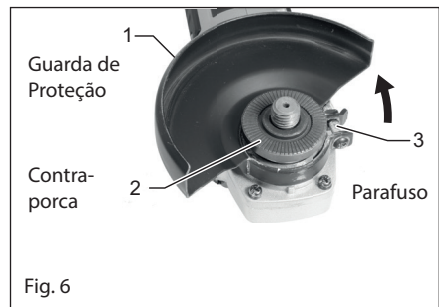

Fig. 6
Montar e Ajustar o Resguardo (Fig. 6 e 7)
2. Para instalar a guarda de proteção siga a fig. 6. Desaperte a contra-porca presente no eixo da rebarbadora, após soltar a contra-porca coloque a guarda de proteção sobre o eixo e alinhe com o entalhe na caixa de rolamentos. De seguida, gire a guarda de proteção para o ângulo desejado de forma a proteger o utilizador durante o trabalho. Ver figura 7.